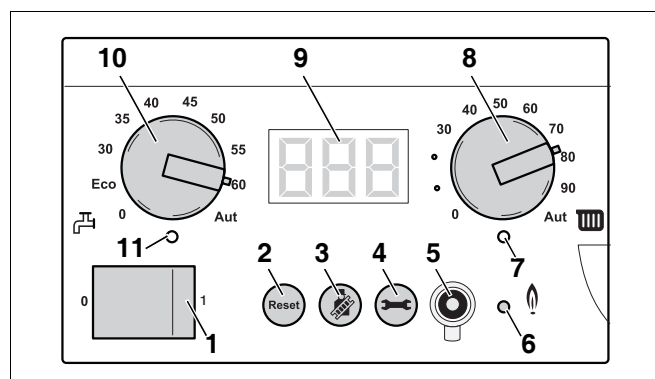

Bild 122 Grundkontroll BC10
- Koppla till värmeanläggningen med strömbrytaren på grundkontrollen Logamatic BC10 (bild 122, pos. 1).